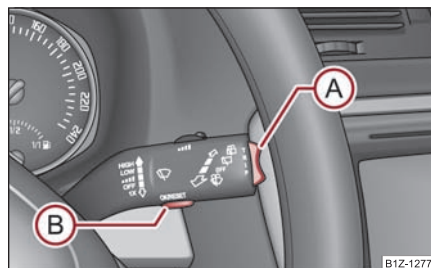
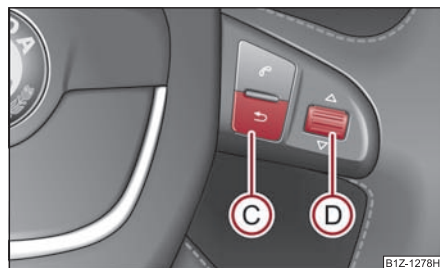
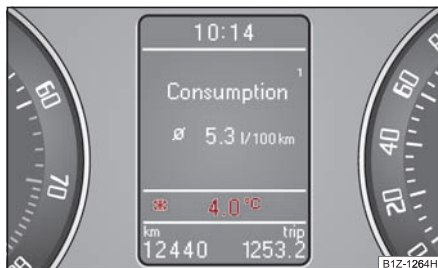

Fig. 22 Indicador multifunción: Elementos de mando
Fig. 23 Indicador multifunción: Manejo por medio de las teclas del volante multifunción
Fig. 24 Temperatura exterior
La conmutación de la memoria se efectúa por medio de la tecla **(B)** ⇒ fig. 22 en la palanca de limpiacristales o por medio de la tecla **(D)** en el volante multifunción* ⇒ página 23.
La tecla basculante **(A)** y la tecla **(B)** se encuentran en el puño de la palanca del limpiaparabrisas ⇒ fig. 22.
En vehículos que disponen de un volante multifunción* se han sustituido las teclas **(A)** y **(B)** por la rueda moleteada del volante multifunción ⇒ fig. 23. ■
La conmutación y restableción se efectúa por medio de la rueda moleteada **(D)** ⇒ fig. 23.
Si la temperatura exterior disminuye por debajo de +4 °C, aparecerá delante de la indicación de la temperatura un símbolo de copo de nieve (señal de advertencia para calzada helada) ⇒ fig. 24 y sonará una señal acústica de aviso. Después de pulsar la tecla basculante (A) en la palanca de limpiacristales ⇒ página 22, fig. 22 o la tecla (C) en el volante multifunción ⇒ página 23, fig. 23 se reproducirá la función que se ha visto como última.
En la pantalla aparece el tiempo de marcha desde la última vez que se borró la memoria. Cuando desee medir el tiempo de marcha a partir de un momento determinado, deberá poner en este momento preciso la memoria a cero, pulsando para ello la tecla (B) en la palanca de limpiacristales ⇒ página 22, fig. 22 o la rueda
moleteada (D) en el volante multifunción* ⇒ página 23, fig. 23 durante más de 1 segundo.
Cuando desee medir el consumo medio a partir de un período determinado, deberá poner a principio de la medición la memoria a cero, por medio la tecla (B) en la palanca de limpiacristales ⇒ página 22, fig. 22 o la rueda moleteada (D) en el volante multifunción* ⇒ página 23, fig. 23. Tras borrarla, en la pantalla aparecerán guiones en los primeros 100 metros recorridos.
En el display aparece el kilometraje recorrido desde la última vez que se borró la memoria → página 22. Cuando desee medir el kilometraje recorrido a partir de un momento determinado, deberá poner en este momento preciso la memoria a cero, pulsando para ello la tecla **(B)** en la palanca de limpiacristales → página 22, fig. 22 o la rueda moleteada **(D)** en el volante multifunción* → página 23, fig. 23.
El display indica la velocidad media en km/h desde la última vez que se borró la memoria → página 22. Cuando desee medir la velocidad de marcha media a partir de un periodo determinado, deberá poner a principio de la medición la memoria a cero, por medio la tecla **(B)** en la palanca de limpiacristales → página 22, fig. 22 o la rueda moleteada **(D)** en el volante multifunción* → página 23, fig. 23.
- Pulse la tecla **(B)** en la palanca de limpiacristales ⇒ página 25, fig. 26 o la rueda moleteada **(D)** en el volante multifunción* ⇒ página 23, fig. 23. En la pantalla informativa* aparecerá **Speed warning 50 km/h (advertencia a 50 km/h)** ⇒ página 25, fig. 25.
La velocidad deseada podrá ajustar también en pasos de 5 km/h pulsando la tecla **(A)** en la palanca de limpiacristales ⇒ página 25, fig. 26 o girando la rueda moleteada **(D)** en el volante multifunción* ⇒ página 23, fig. 23. Confirme la velocidad ajustada pulsando la tecla **(B)** en la palanca de limpiacristales ⇒ página 25, fig. 26 o de la rueda moleteada **(D)** en el volante multifunción* ⇒ página 23, fig. 23.
Si Vd. sobrepasa ahora la velocidad ajustada, en la pantalla aparecerá **Speed 50 km/h exceeded (velocidad de 50 km/h sobrepasada)**. Este mensaje queda indicado, hasta que reduzca la velocidad a por debajo del límite ajustado o desactive el mensaje pulsando la tecla **(B)** en la palanca de limpiacristales ⇒ página 25, fig. 26 o la rueda moleteada **(D)** en el volante multifunción* ⇒ página 23, fig. 23.